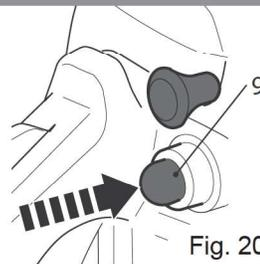

Fig. 20
Presione el cebador (9) 6 veces cuando arranque el producto con un motor frío (Fig. 20). No presione el cebador en el caso de arranques en caliente.